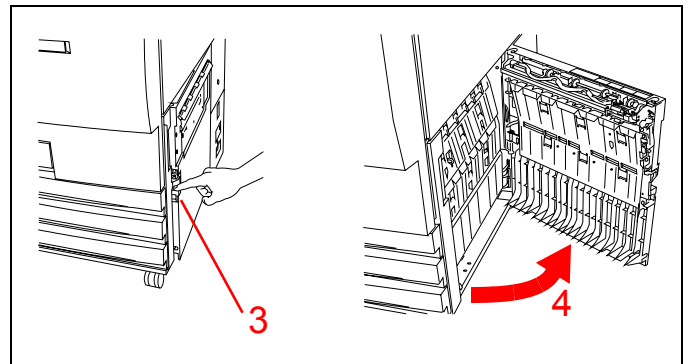

Figura 14
**Mostre** como abrir a porta do lado direito da copiadora. Consulte a Figura 14.